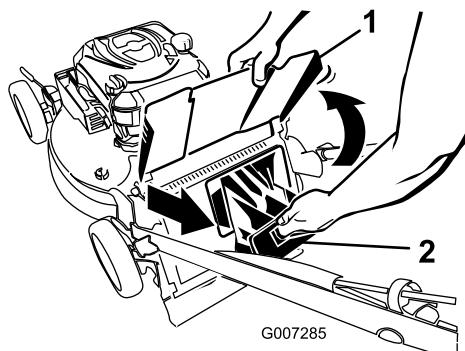

Figura 20
2. Sollevate il deflettore di scarico e tenetelo sollevato (Figura 20).
3. Estraete il coperchio di scarico posteriore (Figura 20).